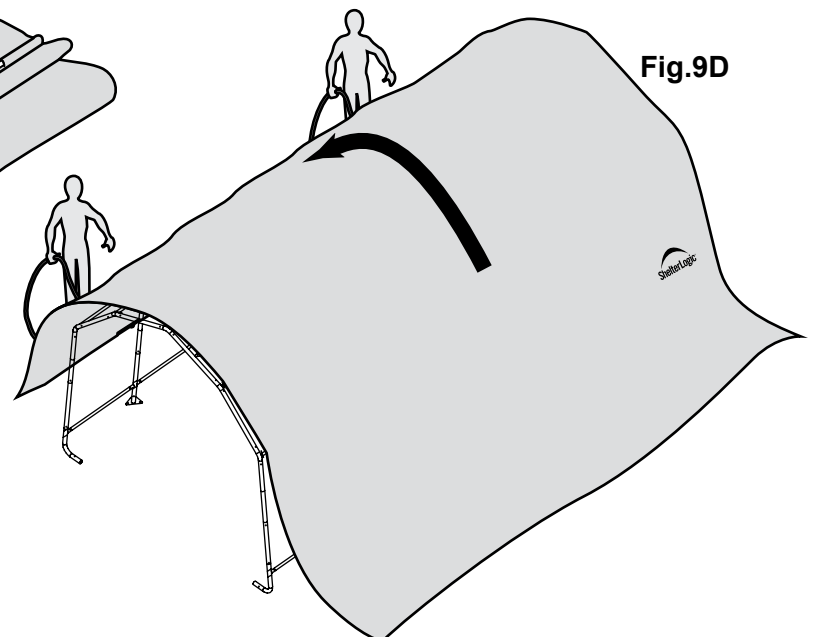

Fig.9D
D. Allez de l'autre côté de l'armature et placez la toile sur l'armature en tirant sur les cordes. Cette opération peut nécessiter deux personnes ou plus (fig. 9D).